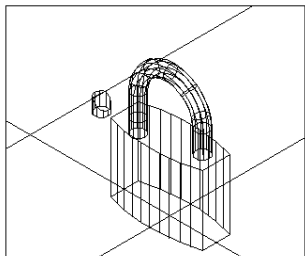
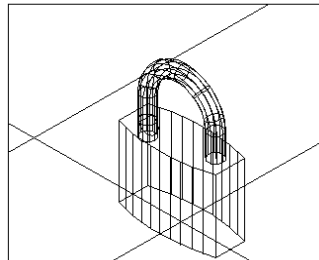

图 14-31
图 14-32
(18) 切割处理。单击  按钮，将上述移动出来的小圆柱沿着一定的方向切割，结果如图 14-31 所示。
(19) 移动处理。单击  按钮或者在命令行直接输入 `move`，将上述切割好的圆柱移动到合适位置。
(20) 并集处理。单击  按钮，将上述圆柱与锁柄合为一个整体，结果如图 14-32 所示。